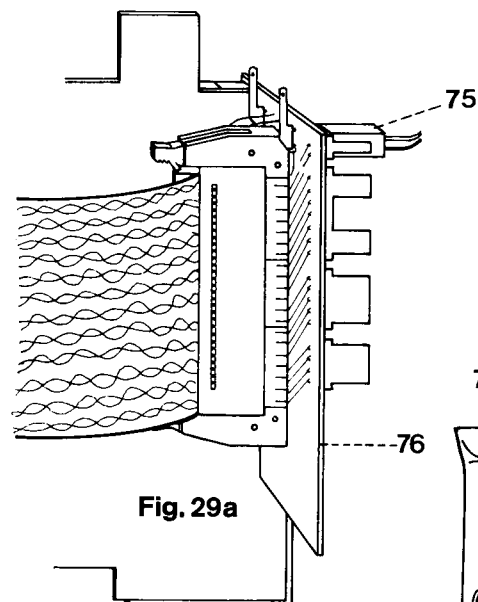

Fig. 29a
- Den zweier Stecker 75 des Motors auf den Teststecker 76 aufstecken (siehe Abb. 29a).
- Den zweier Stecker 75 vom Teststecker abziehen (siehe Abb. 29a).
- Push the two-pin plug 75 of the motor onto test plug 76 (Fig. 29a).
- Pull the two-pin plug 75 out of test plug 76 (Fig. 29a).
- Brancher la fiche 75 à deux fils du moteur sur l'adaptateur 76 du testeur (fig. 29a).
- Retirer la fiche 75 à deux fils du testeur (fig. 29a).